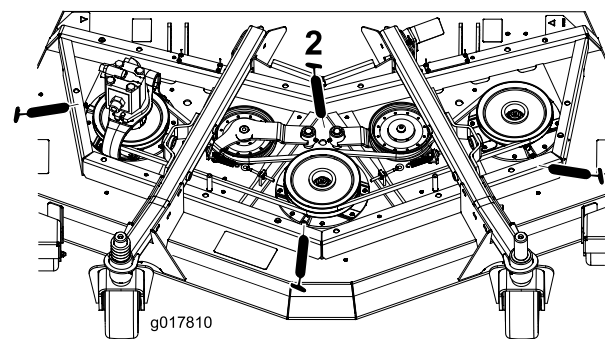

**Figura 42**
- 2 boccole orientabili dell'assale anteriore e posteriore (Figura 42)